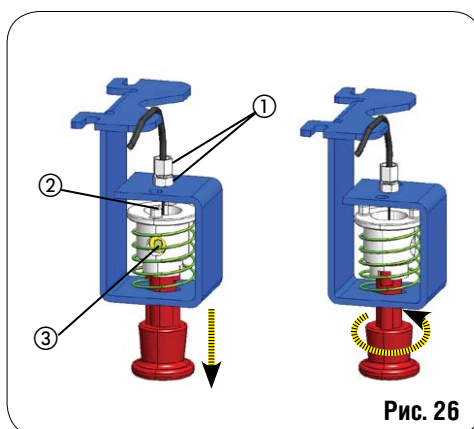

Рис. 26
- Закрутите регулятор, с помощью соответствующей контргайки как показано на рис. 26 об.1.
- Вставьте стальной кабель вовнутрь регулятора; уложите его внутри устройства расцепления (Рис. 26 об.2).
- Закрепите стальной кабель зажимом и затяните винт (рис. 26 об. 3).
- Соедините черную оболочку кабеля с регулятором (рис. 26 об. 1).
- Заблокируйте кнопку, потянув и повернув ее на 90° удостоверившись, что она не вернется в исходное положение (рис. 26).
- Если необходима регулировка, используйте регулятор кнопки кронштейна (Рис. 26 об. 1).